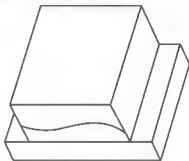

图 5.94 原始实体特征
(3) 中性曲线草绘分割拔模: 下面以实例说明这种拔模的具体操作步骤, 将图 5.94 中的曲面以草绘进行分割拔模。